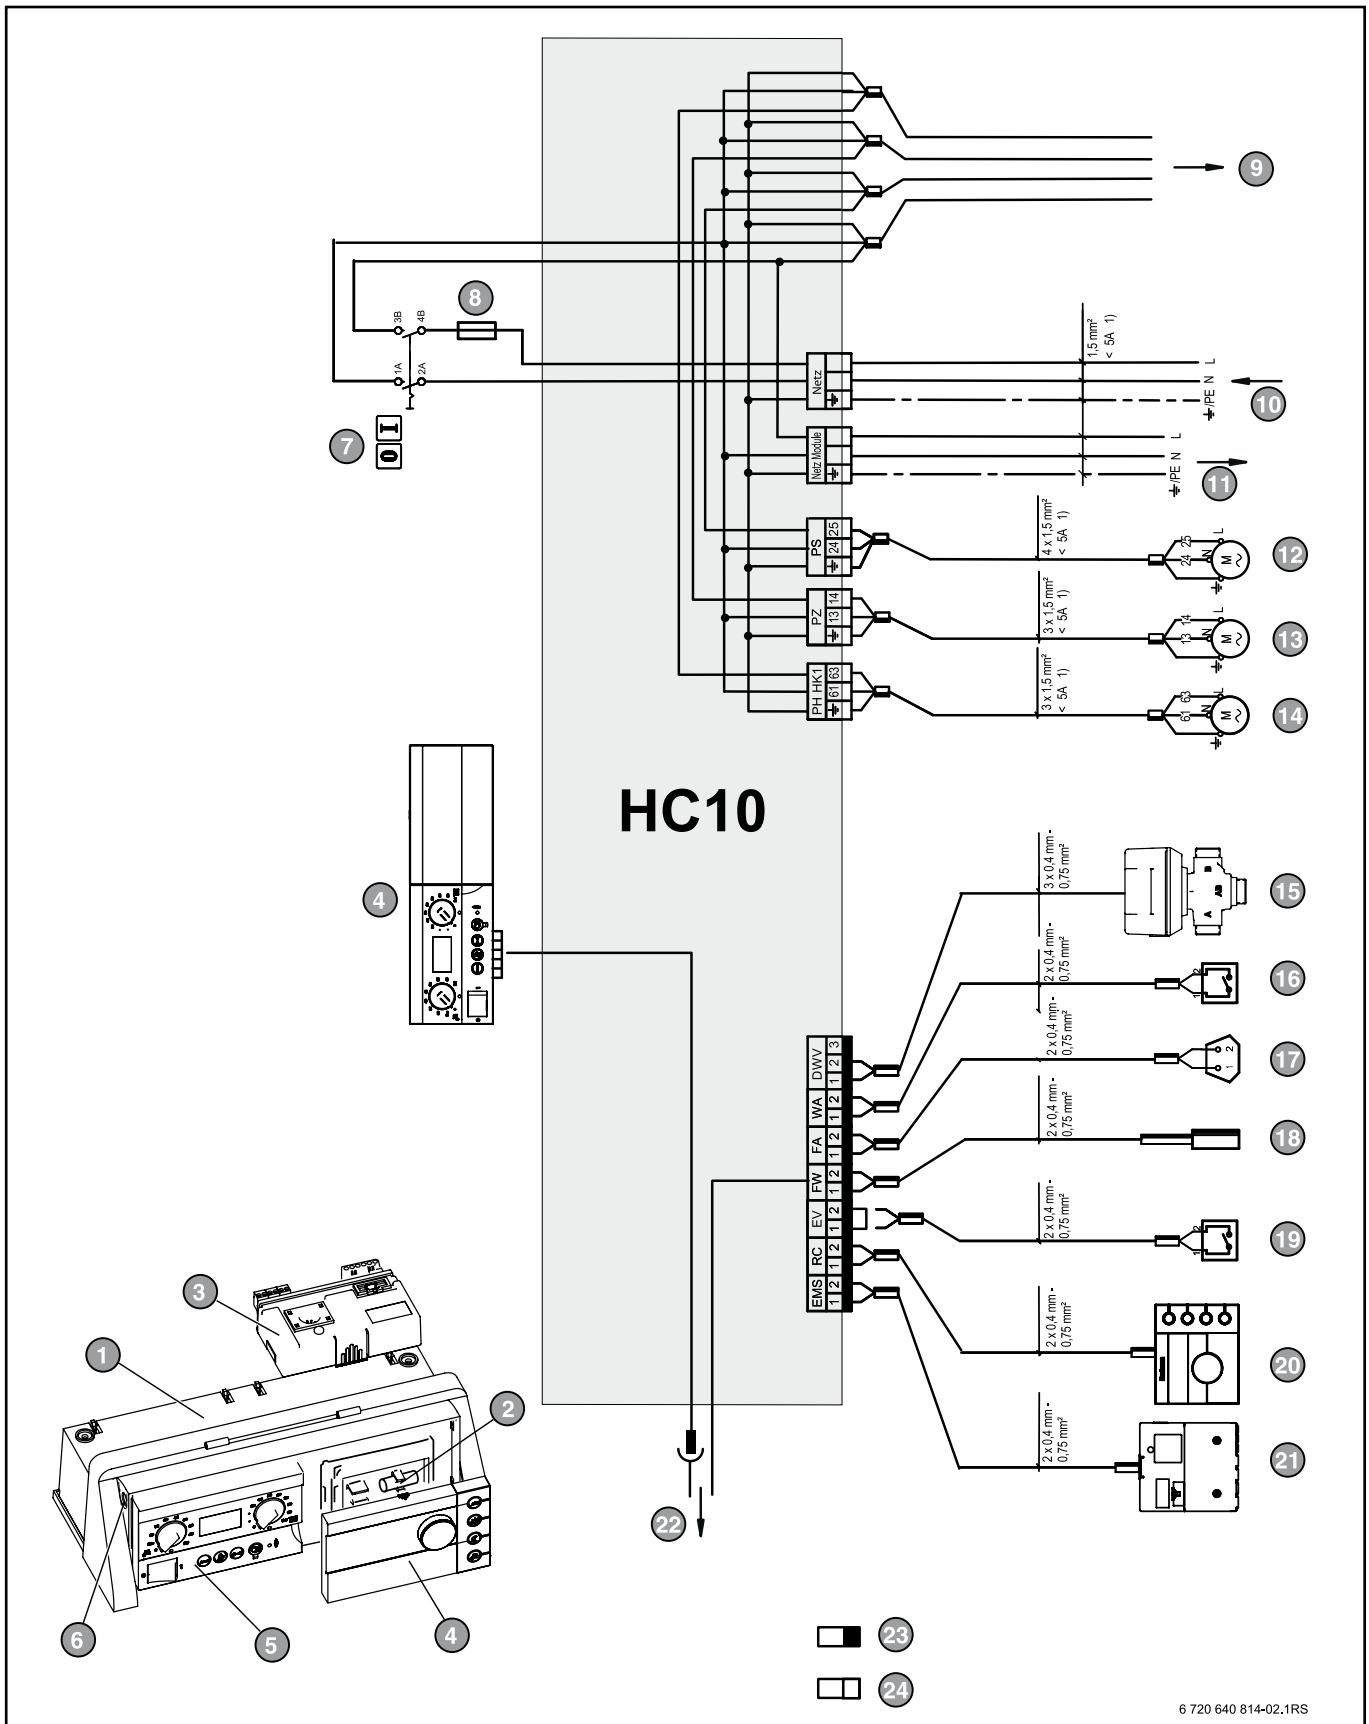

Figura 23 Schema collegamenti HC10
(1) La corrente totale non può superare 5 A
**Legenda figura 23**